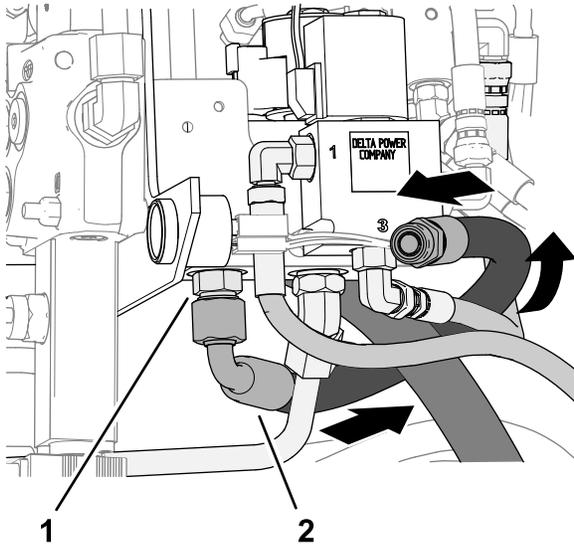

Figura 25
1. Montate il raccordo a 90° del flessibile da 41,9 cm al raccordo diritto nel foro P della valvola a basso flusso (Figura 25).